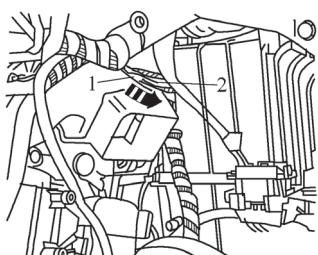

图 5-24 拆卸右侧脚部空间出风口温度传感器 G262
- 3) 如图 5-24 所示, 将右侧脚部空间出风口温度传感器 G262 沿箭头方向旋转 90°, 并将其从空调暖风装置中取出。